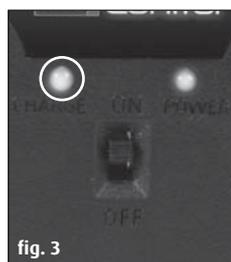

fig. 3
- Ladestatus-LED'en lyser nu grønt og indikerer opladningen (fig. 3).